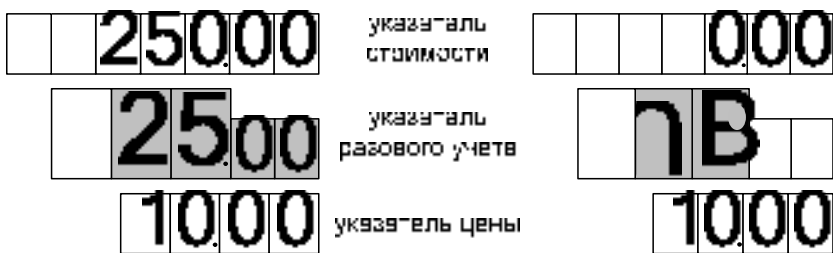

Рисунок 6
9.2 Для выдачи топлива необходимо задать дозу с системы управления. Когда устройство будет готово к отпуску топлива, в средней строке табло мигающими символами отобразится величина *заданной* дозы, а в случае отпуска "до полного бака" – символы "ПБ" (рисунок 6). Это дает клиенту удобный способ определить, когда можно начать заправку, а также убедиться, что задано именно то количество топлива, которое он заказывал. Одновременно блок управления подает управляющее напряжение на реверсивный магнитный пускатель, подключающий электродвигатель к тому или иному ПЧ. Для запуска налива необходимо снять раздаточный кран или подать команду "Пуск" с системы управления, после чего значения стоимости и объема на табло обнуляются. С этих пор на табло отображается *отпущенная* на текущий момент доза.